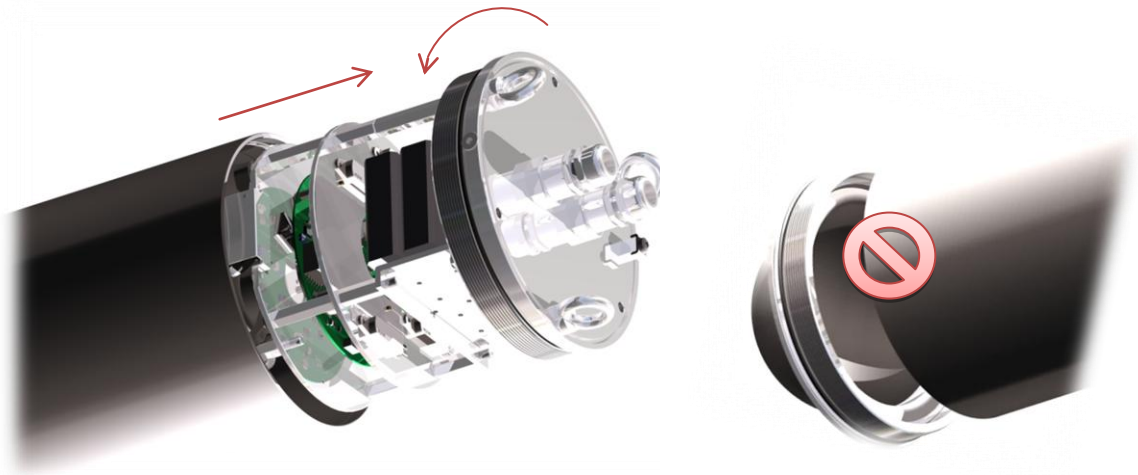

Bild 10-9 Öffnen des Deckelflansches Typ T08-TNXCD
- Den Deckelflansch mit Feingewinde (M188x1,5) gegen den Uhrzeigersinn aufschrauben (ISO-metrisches Profil rechtsdrehend). Hierzu wird empfohlen die außenliegenden M8x1,25 Gewindebohrungen mit Schrauben, Ringösen etc. zu versehen, um die Drehbewegung zu erleichtern (vgl. Abb.10-9). Achtung: Kabelschwänze müssen ggf. mitrotiert werden!